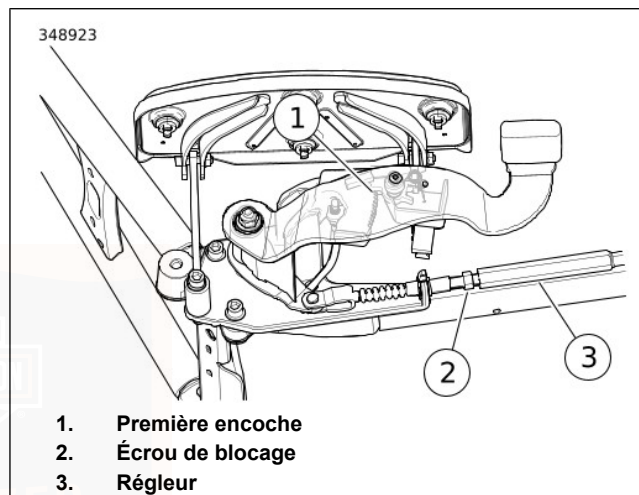

Figure 80. Ajustement du frein de stationnement
3. Voir Figure 80. Tirer la gaine en arrière. Desserrer l'écrou de blocage.